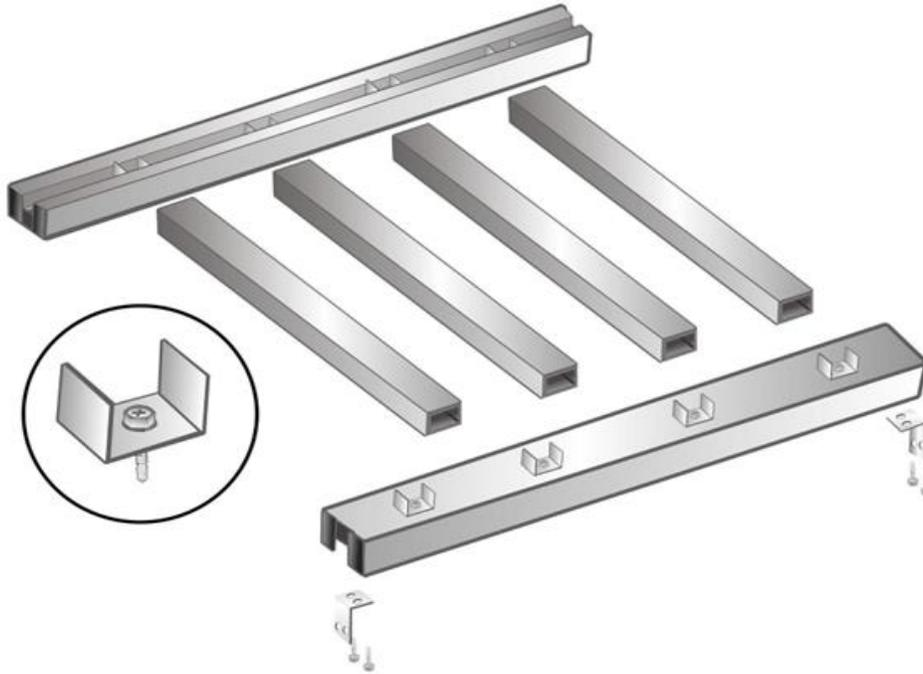

Рис. 6
- Балясины нарезаются в соответствии с выбранным рисунком ограждения. В стандартном исполнении – по 70-75 см, минус 3-5 мм на распил.. (Рис. 6).